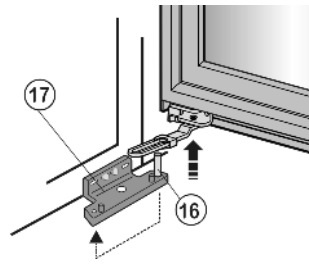

Fig. 10
- ▶ Enlever la porte de l'axe Fig. 10 (16) du support d'appui Fig. 10 (17) inférieur et la déposer.
- ▶ Changer le pivot Fig. 10 (16) et le support d'appui de côté et visser avec un couple de serrage de 4 Nm.